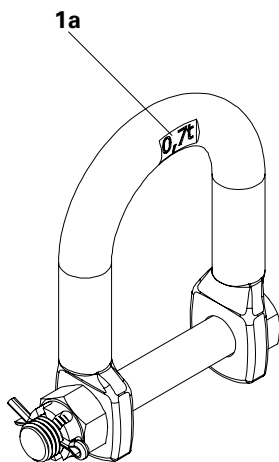

Fig. 1
**1a** Portata ammissibile (Fig. 1)